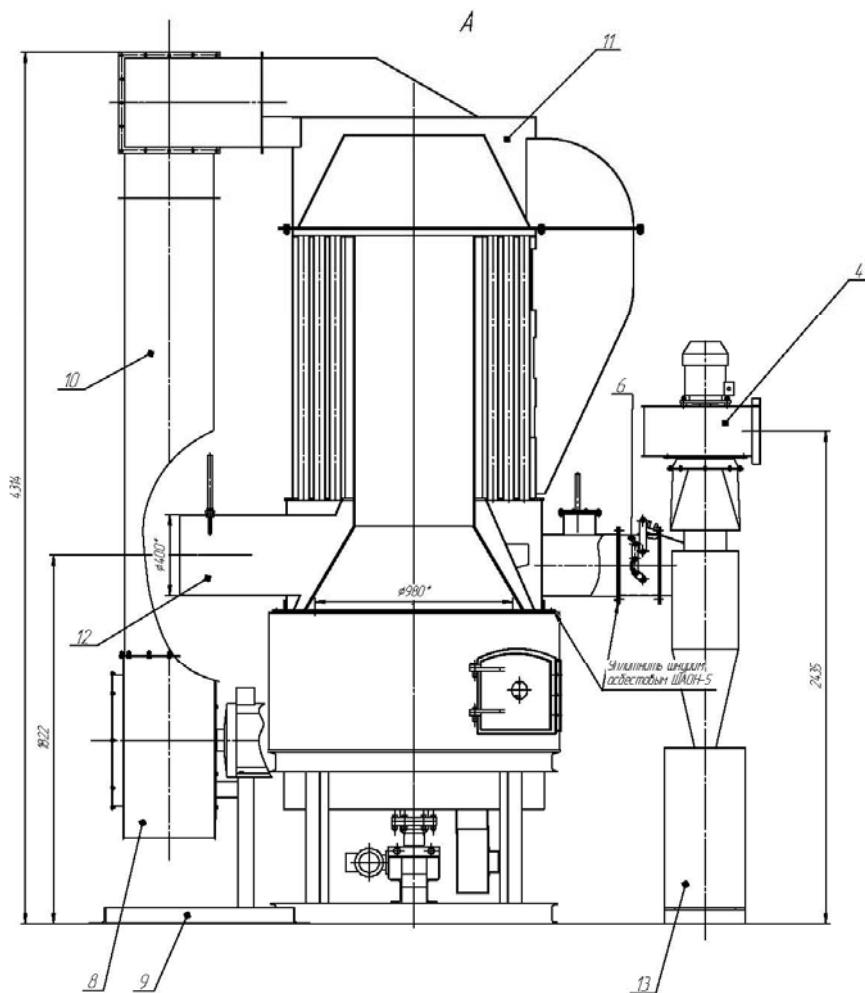

Рис. 4.3.1
3.1 Тепловентилятор ТВАК-0,5 состоит из следующих основных функциональных блоков (см. рис. 4.3.1): топка механизированной загрузки (далее топка) 1, теплообменник 2 с вентилятором теплосъема 6, дымосос 3, направляющий аппарат 4, циклон 5, комплект средств управления, автоматизации и обеспечения безопасной эксплуатации.
Подача топлива в топку механизированная и осуществляется через трубу 12 из активного бункера шнековым механизмом (см. рис. 4.3.1, поз. 3 и 5).